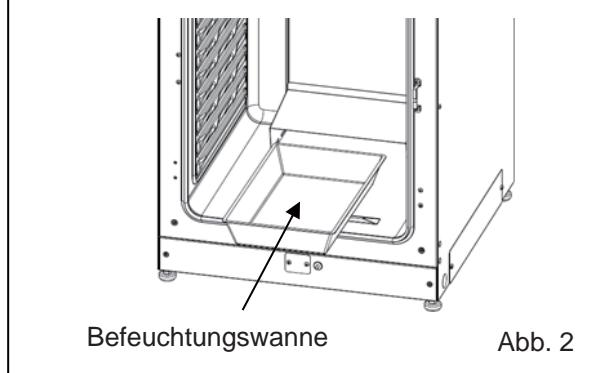

Abb. 2
3. Ziehen Sie die Befeuchtungswanne heraus (Abb. 2).